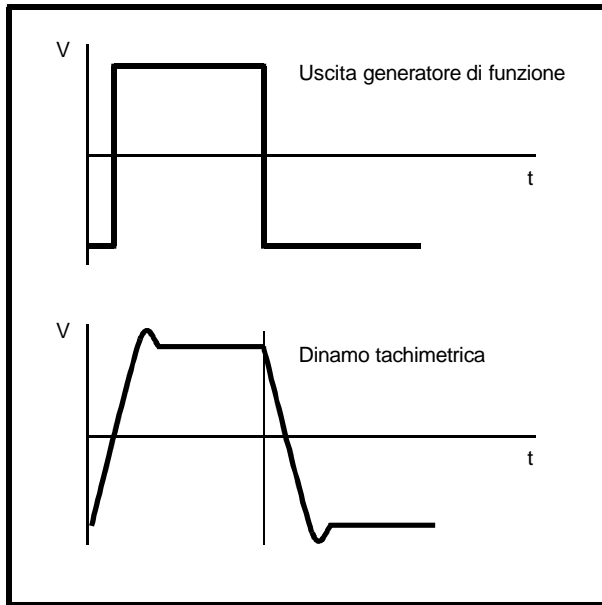
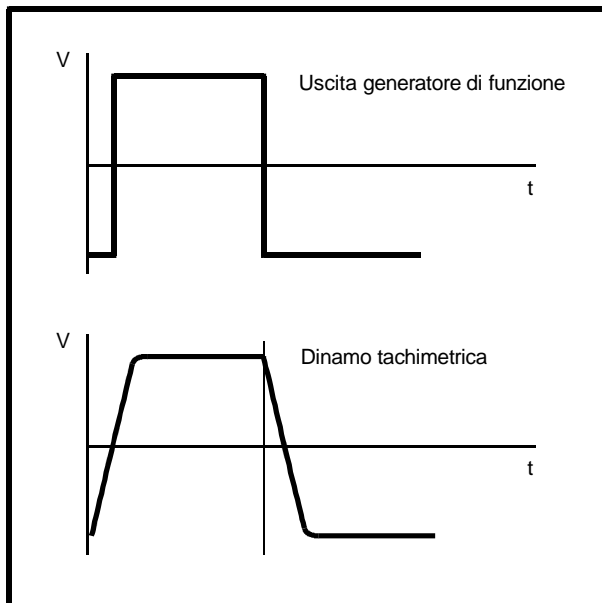

Figura 23 *Forma d'onda prodotta in caso di guadagno derivativo insufficiente*
Figura 24 *Forma d'onda ideale*
12. Una volta ottenuta una forma d'onda senza oscillazioni la risposta avrà la maggior parte delle volte un superamento come indicato nella figura 23. Nel caso considerato il sistema ha un'azione derivativa insufficiente. Per eliminare l'eventuale superamento ruotare il potenziometro DERIVATIVE (derivativo) in senso orario come indicato nella figura 24.